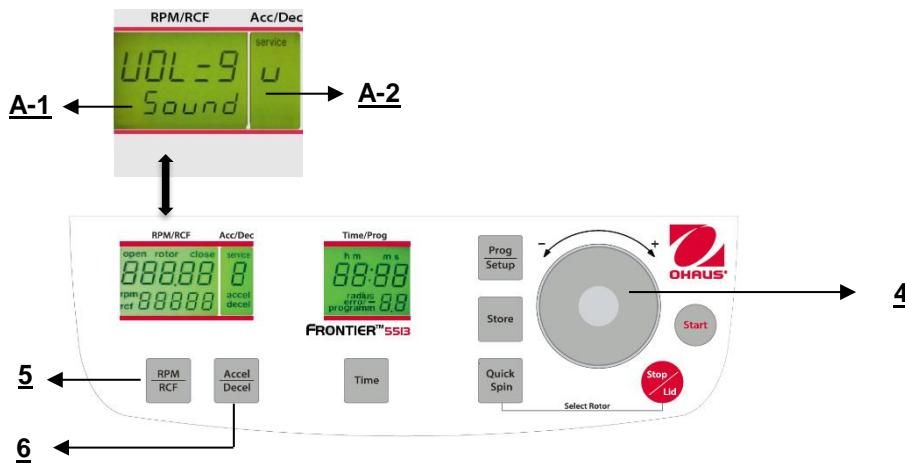

Abbildung. 31
Fahren Sie fort wie unter Punkt 4.1.2 beschrieben, um in den Programmmodus einzutreten und drücken Sie dann die Taste "Accel/Decel"(6). Auf der Anzeige "Accel/Decel" (A-2) blinkt das Wort "Service". Wählen Sie nun den Buchstaben "U" mit Hilfe des Anpassungs Wählachscheibe (4). Als Ergebnis erscheinen auf der Anzeige "RPM/RCF" (A-1) die Worte "Vol=0- 9/Sound". Nach dem Drücken der Taste "RPM/RCF" (5), können Sie die gewünschte Lautstärke zwischen 0 (leise) und 9 (laut) mit dem Anpassungs Wählachscheibe (4) anpassen (siehe Abbildung 31).